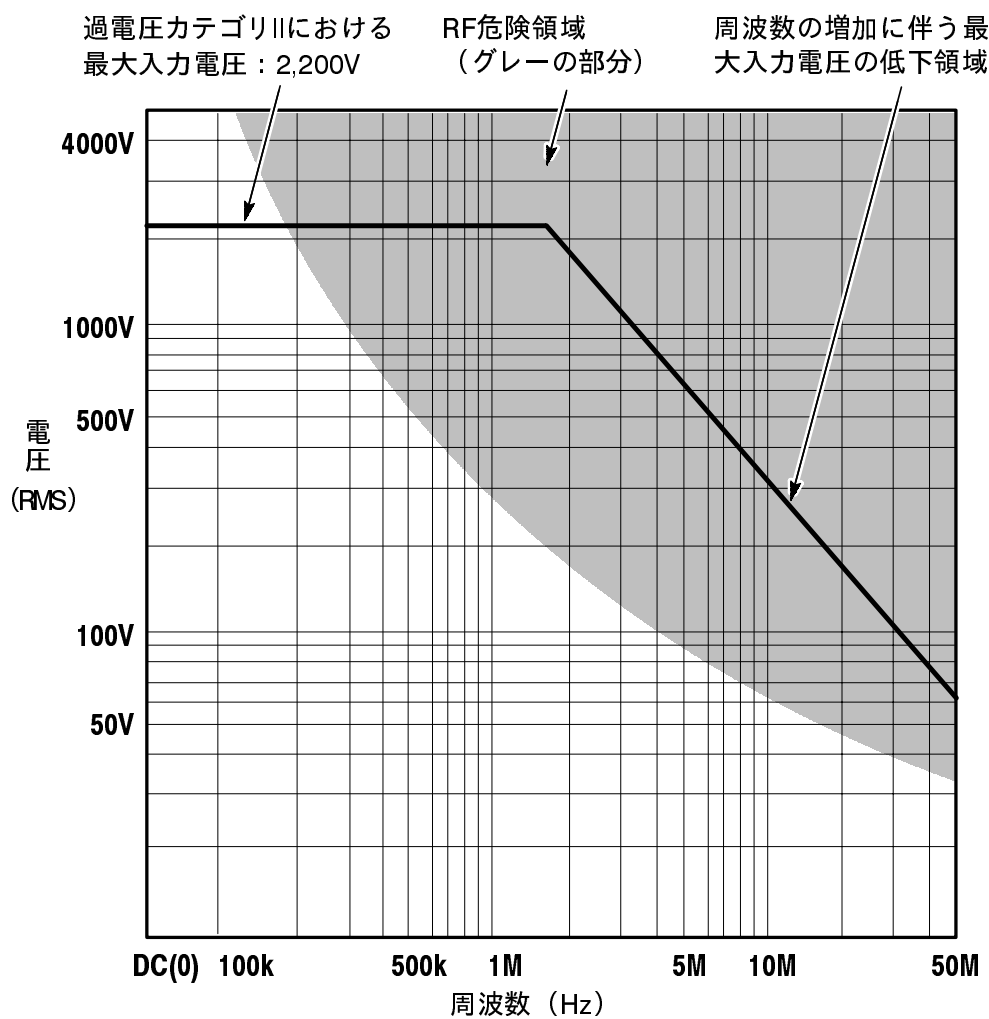

図 2: 安全動作領域 (プローブ - 大地間電圧)
警告：発火によるやけどの危険がありますので、13ページの図2に示す範囲を外れる電圧および周波数を測定している可能性があるときには、プローブ・リードに触れないでください。
1.5MHz以上の周波数では、周波数が高くなるほど最大入力電圧は下がります（図2を参照）。図2は、減衰率が100×および1000×の両方に適用されます。
最大入力電圧 (13ページの図2を参照)